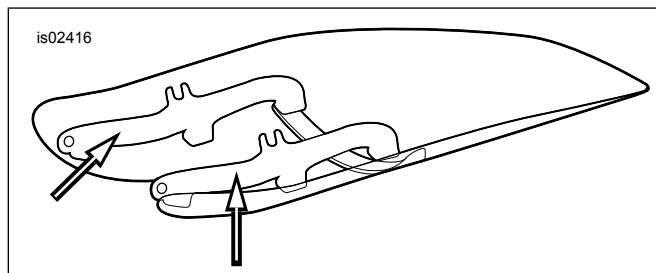
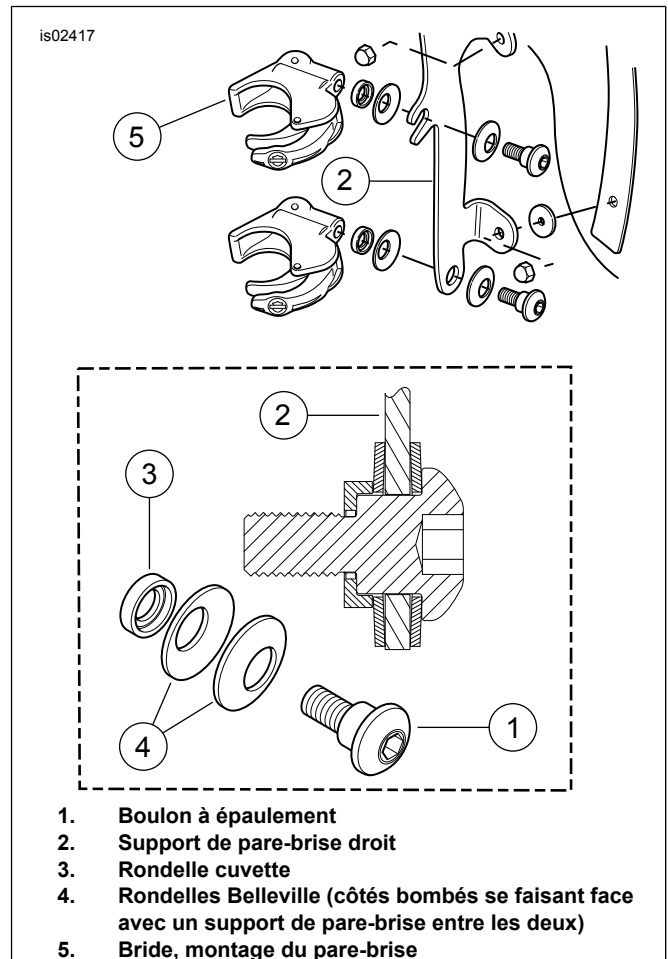
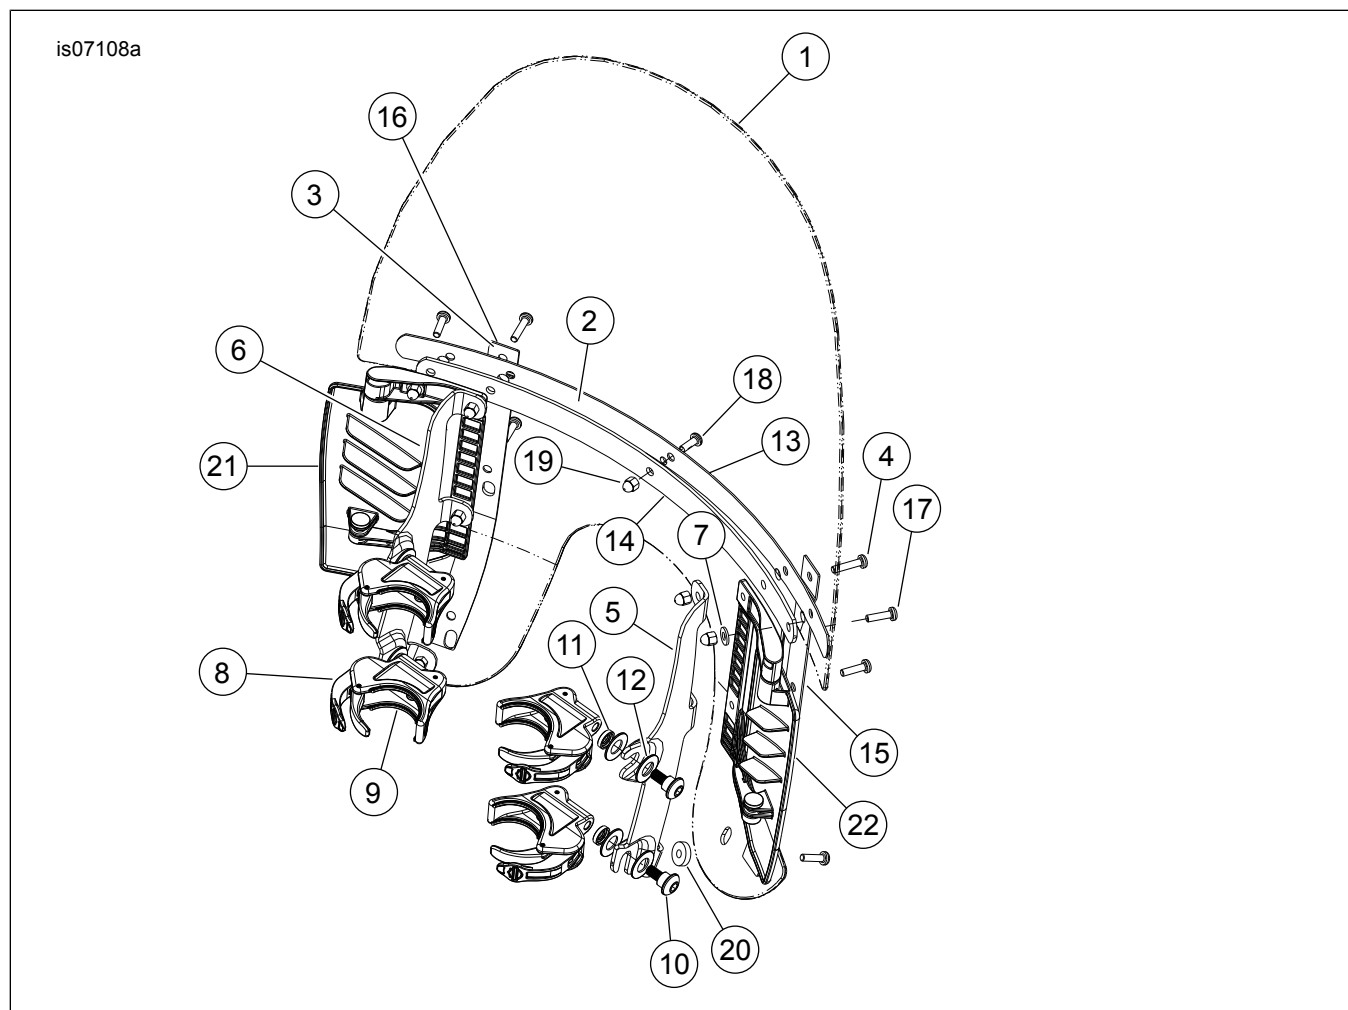

Figure 1. Supports de montage du pare-brise
Figure 2. Bride de montage du pare-brise
Figure 3. Pièces détachées : Pare-brise amovible aéré
1. Voir Figure 1. Retirer le sous-ensemble du pare-brise de son emballage et le placer sur une surface propre avec les supports de montage vers le haut.
2. Voir Figure 1, Figure 2 et Figure 3. Retirer la bride et les kits de visserie de l'emballage et séparer les pièces semblables avant le montage.
3. Voir Figure 2. Assembler à l'avance les ensembles de brides (5) et les piles de visserie.